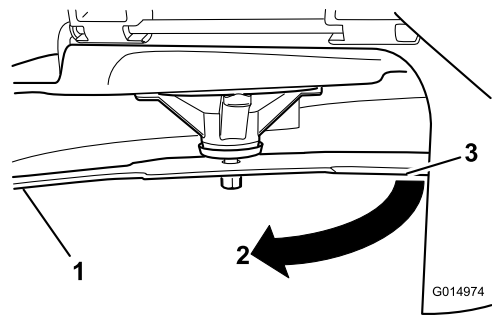

Bild 74
4. Drehen Sie dasselbe Messer um 180 Grad, sodass die andere Schnittkante jetzt in derselben Stellung ist (Bild 74).